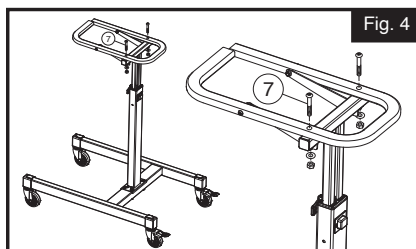

Fig. 4
6. Instale el marco de la bandeja de herramientas en el conjunto del marco de soporte como se muestra. Fijelo con dos tornillos M6 (7), arandelas M6 y contratuercas M6. (Fig. 4)